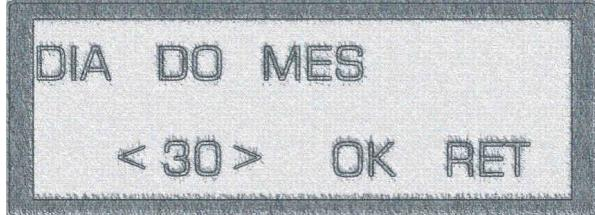

Figura 56
- 4) Proceda ao ajuste do dia do mês pressionando simultaneamente as teclas **T1 + T2** e confirme essa opção pressionando a tecla **T4**, conforme **figura 56**.